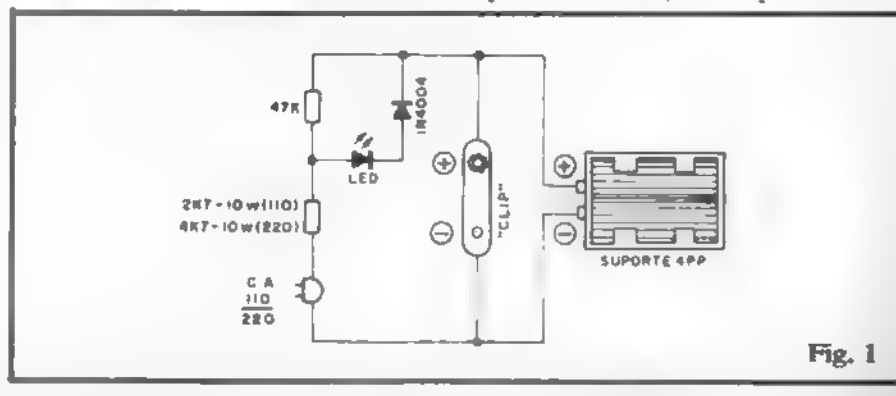
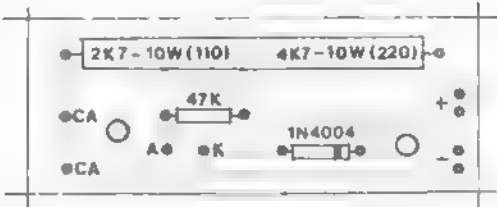

Fig. 1
Fig. 3
- **FIG. 1** - Diagrama esquemático do circuito do REPIBA. Os componentes são poucos e comuns, tomando a montagem própria até para os iniciantes, sem muita prática. Comparando os dados da LISTA DE PEÇAS, "chapeado" (fig. 3) e esquema (fig. 1), qualquer dúvida pode ser facilmente esclarecida. Qualquer coisa, o TABELÃO APE está lá, no seu lugar de sempre (no começo da Revista...) para um auxílio visual, se necessário...
- FIG. 3 - Diagrama de montagem ("chapeado") com a placa agora vista pelo lado dos componentes (não cobreado). ATENÇÃO à posição do diodo 1N4004, ao valor do resistor "grandão" (que depende da tensão da rede C.A. local: 2K7 x 10W para 110V ou 4K7 x 10W para 220V) e às codificações atribuídas às ilhas periféricas, destinadas às conexões ex-